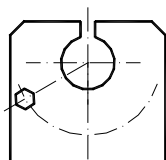
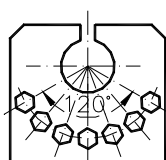

Fig. U7.32
Fig. U7.33
6. Hexagonul și linia de axă din Fig. U7.32 trebuie multiplicat de 7 ori acoperind un unghi de 120° , ca în Fig. U7.33. Ce comandă permite acest lucru?